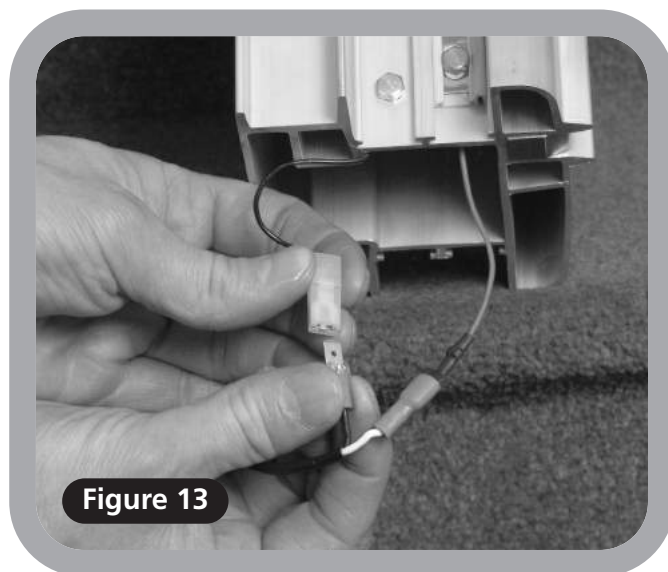

Figure 13
- 12 Connectez la cosse positive (câble blanc) sur la connexion rouge prévue sur la barre omnibus (**Figure 13**).